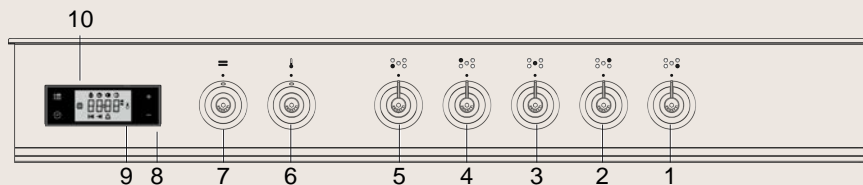

Abb. 2.1
- * Lösen Sie die Abdeckung der Klemmleiste durch Einführen eines Schraubendrehers in die beiden Haken **"A"** (Abb. 2.1).